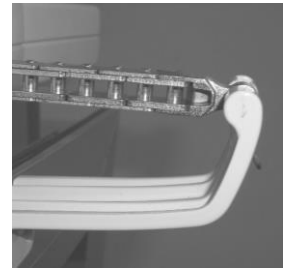

Fig. 16
2. Sostenga la ventana con una mano y, con la otra, saque el perno para liberar la ventana *(se recomienda hacerlo con una apertura de al menos 10 cm para facilitar la liberación de la ventana)* - Fig. 16.